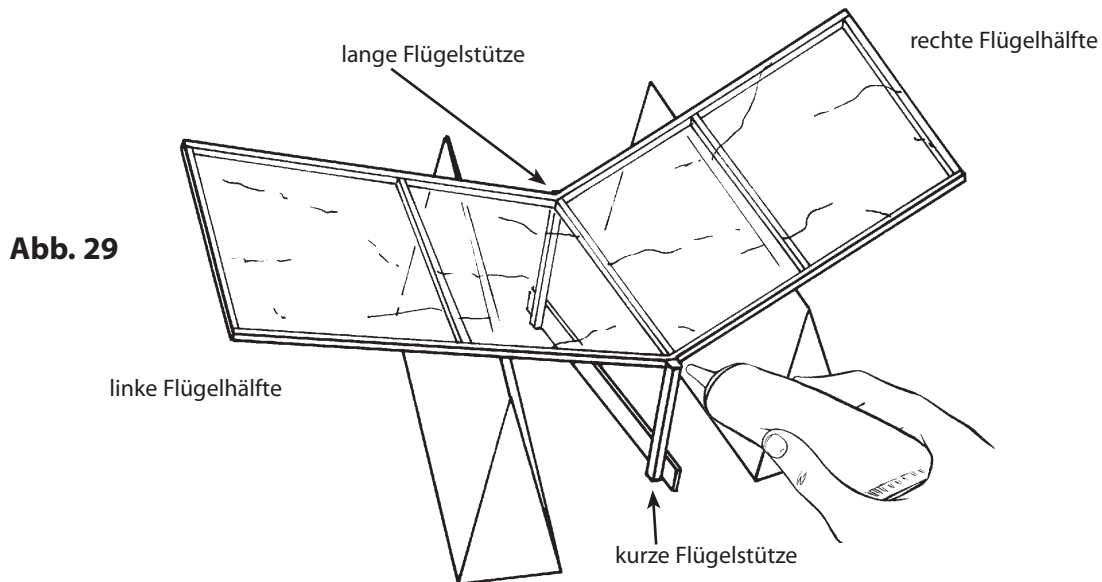

Abb. 29
7.8.2 Die Flügelstützen werden mit UHU-hart an den Flügel angeklebt. Dabei ist darauf zu achten, dass die längere Flügelstütze vorne ist und sie senkrecht unter dem Flügel hängt. (Abb. 29)